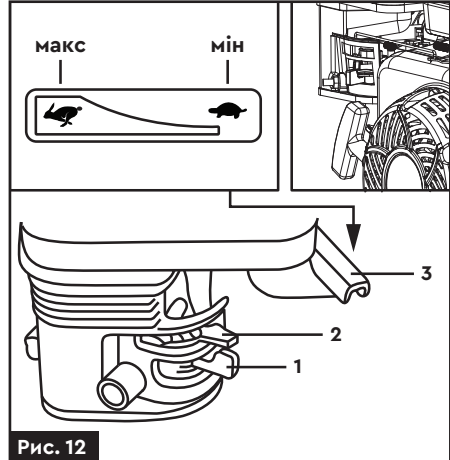

Рис. 12
2. Відкрийте паливний кран, перемістивши важіль управління паливним краном (1) (рис. 12) вправо.
1. Відкрийте повітряну заслінку, перемістивши важіль управління повітряною заслінкою (2) (рис. 12) вліво.
2. Перемістіть вправо важіль управління дросельною заслінкою (3) (рис. 12) в положення **MAX** приблизно на 1/3 ходи важеля.
5. Поступово перемістіть важіль повітряної заслінки (2) (рис. 12) в положення «ВВІМК» (ON) після того, як двигун прогріється.
6. Перемістіть важіль управління дросельною заслінкою (3) (рис. 12) в положення **MAX**, або ви-
7. Перед зупинкою ДВЗ переведіть важіль (3) (рис. 12) в положення **MIN** приблизно на 1-2 хвилини, двигун повинен попрацювати на мінімальній кількості обертів колінчастого валу (на холостому ходу).